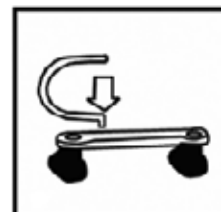

Fig. 1
2. Vissez les roulettes sur les barres de la base et enfitez l'extrémité courbée de l'étrier dans l'orifice de chaque barre (Fig. 1).